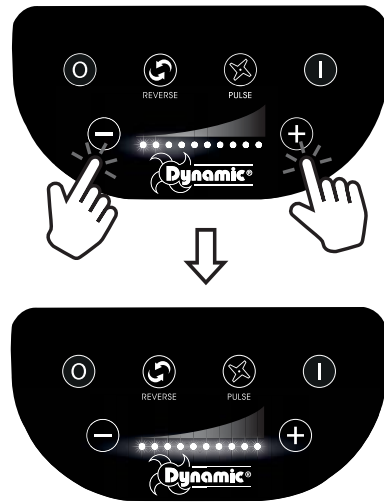
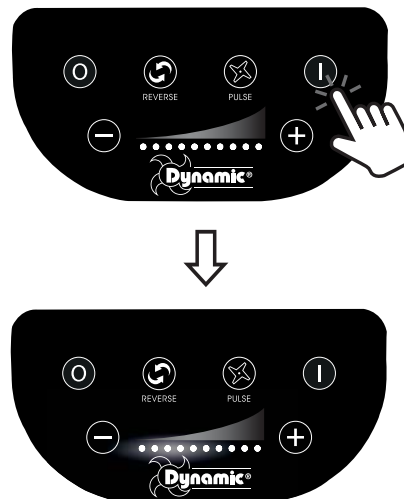

Abb. 1 / Die Lebensmittel direkt in den Mixbehälter geben.
Abb. 2 / Die Lebensmittel durch den Einfüllschacht des Deckels zugeben.
3. Die Lebensmittel direkt in den Mixbehälter (Abb. 1) oder durch den Einfüllschacht des Deckels geben (Abb. 2).